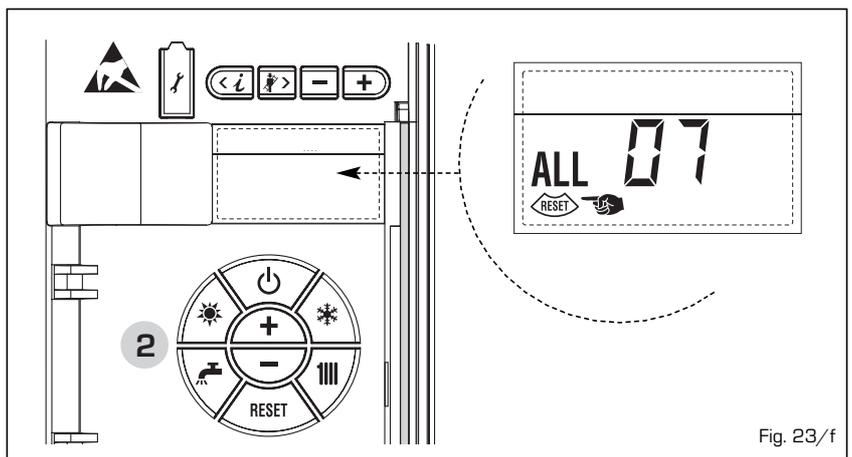

Fig. 23/f
- ANOMALIA FIAMMA PARASSITA "ALL 08" (fig. 23/g)